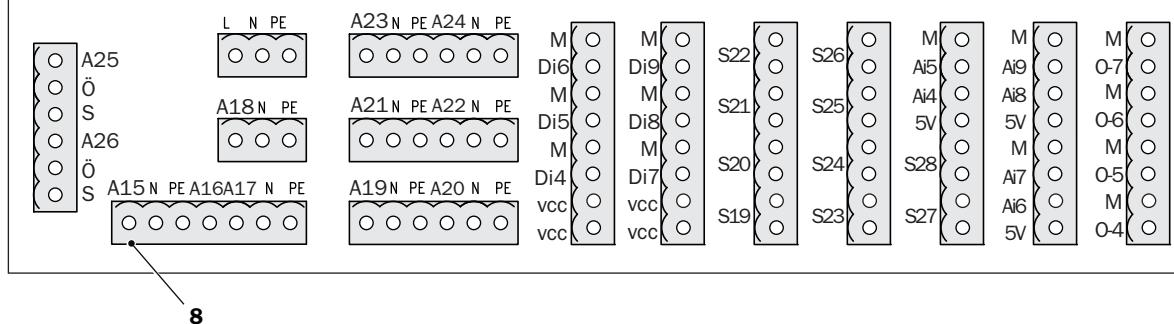

Fig. 15: Centralina aggiuntiva
3. Estrarre il connettore della pompa (2 - 7) dal gruppo di rete così come il connettore (8) dalla centralina aggiuntiva (\rightarrow Fig. 15) e collegarli con i connettori (2 - 8) del fascio di cavi di emergenza.